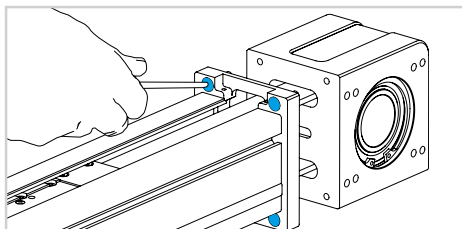

图 14
- 14) 拧开 4 个螺丝, 将驱动头与型材分开 (图 14)。